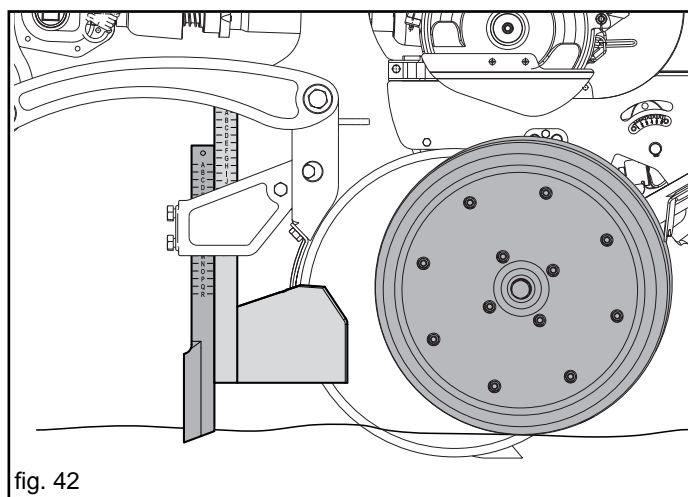

fig. 42
- Si le terrain semble être compact, faciliter l'opération de pénétration des disques du soc de l'élément en augmentant la profondeur de l'embout avant du diviseur de mottes (Fig. 42).